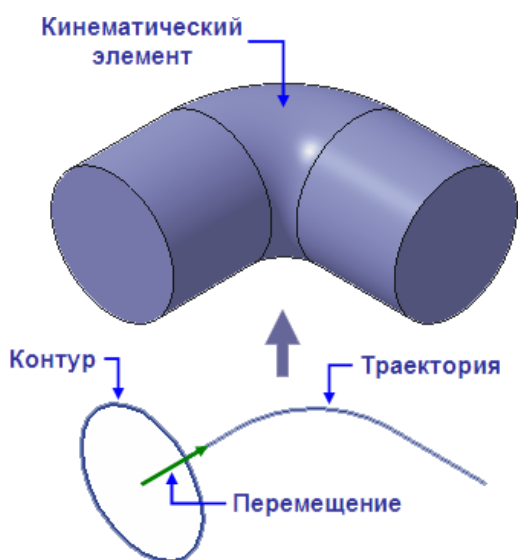

Рисунок 30 – Кинематическая операция
**Кинематическая операция** – перемещение эскиза вдоль направляющей (рисунок 30).